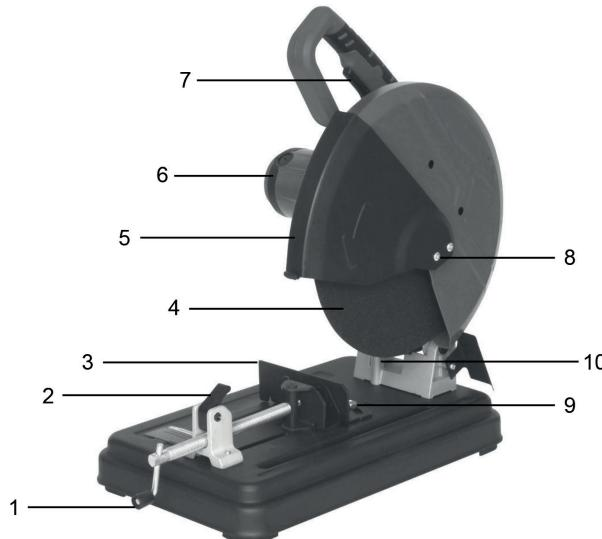

Рис. 1
2. Открутите винт фиксации кожуха 8 (рис. 1, 2) и сдвиньте кожух, чтобы был доступ к фланцу крепления диска.